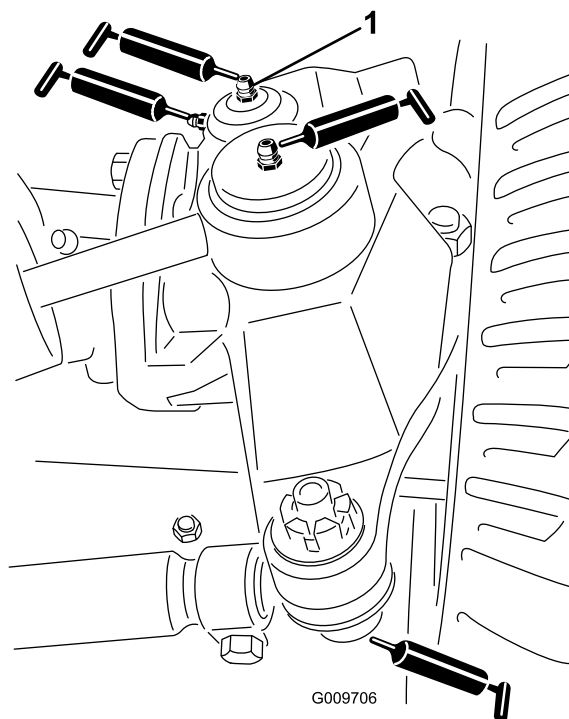

Рисунок 35
- Шаровые опоры гидроцилиндра рулевого управления (2 шт.), как показано на Рисунок 35.
- Шаровые опоры поперечной тяги (2 шт.), как показано на Рисунок 35.
- Втулки поворотных шкворней (2 шт.), как показано на Рисунок 35.